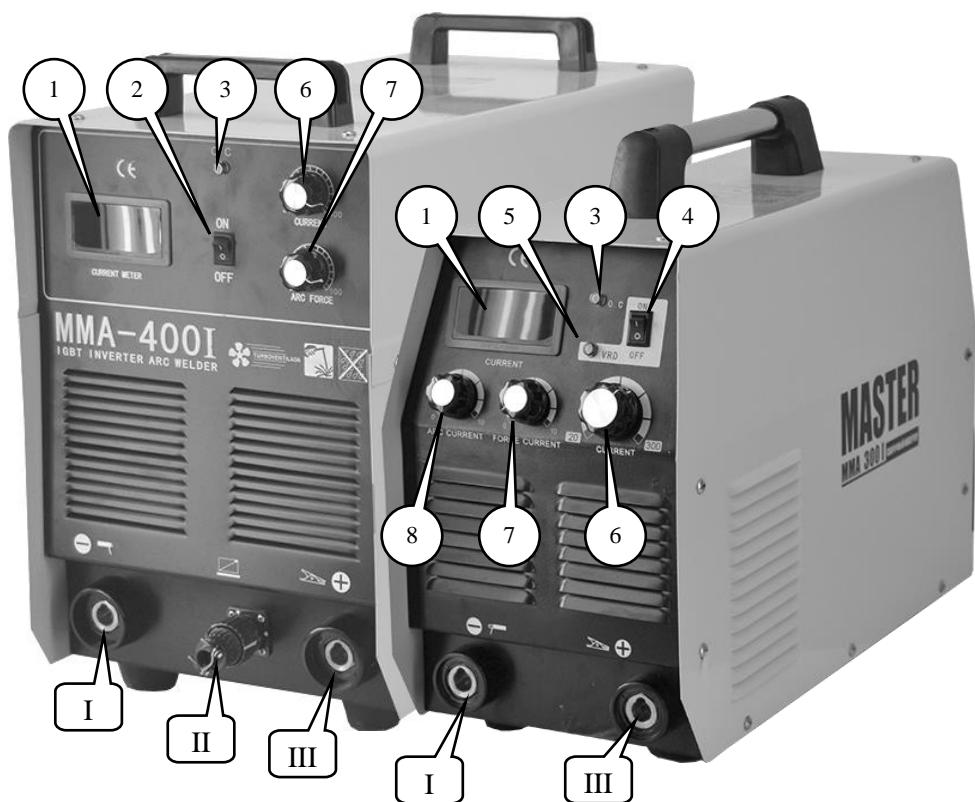

Рис. 1. Расположение органов управления и индикации.
- Подключить силовой разъем держателя электродов к разъему I ( - ) сварочного аппарата (Рис. 1).
- Подключить силовой разъем держателя электродов к разъему III ( + ) сварочного аппарата (Рис. 1).
Для обеспечения лучшего поджига дуги в начале сварки, инвертор производит автоматическое кратковременное повышение сварочного тока. Это позволяет значительно облегчить начало сварочного процесса. Прибавка тока регулируется рукояткой 10 (Рис. 1) в пределах 0...10A